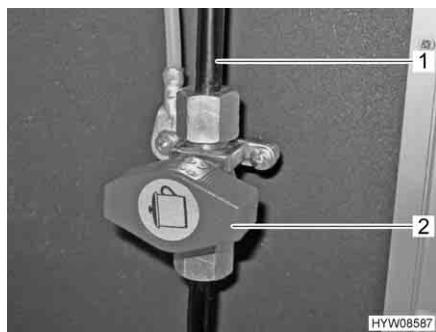

Fig. 37 Simbolo sul rubinetto di arresto del gas
Nel veicolo, il fornello a gas è dotato di un rubinetto di arresto del gas (Fig. 37,2).
- Posizionare il rubinetto di arresto del gas parallelamente alla tubatura (Fig. 37,1) che alimenta il fornello a gas.
- Posizionare il rubinetto di arresto del gas trasversalmente alla tubatura (Fig. 37,1) che alimenta il fornello a gas (Fig. 37).